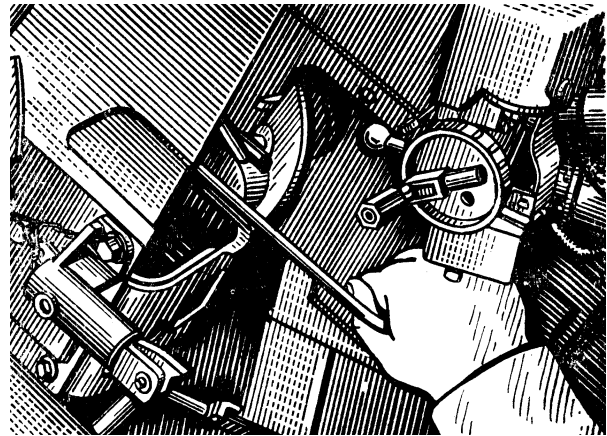

Рис. 25. Поворот задніх фіксаторів за допомогою вимикача 2А42.10.010 при витягуванні патрона з лінії досилання
- повертає за допомогою вимикача 2А42.10.010 з комплекту ЗП гармати 2А42 задній фіксатор у приймачі (Рис. 25) і витягає гачком патрон з лінії досилання після чого від'єднує вимикач 2А42.10.010;